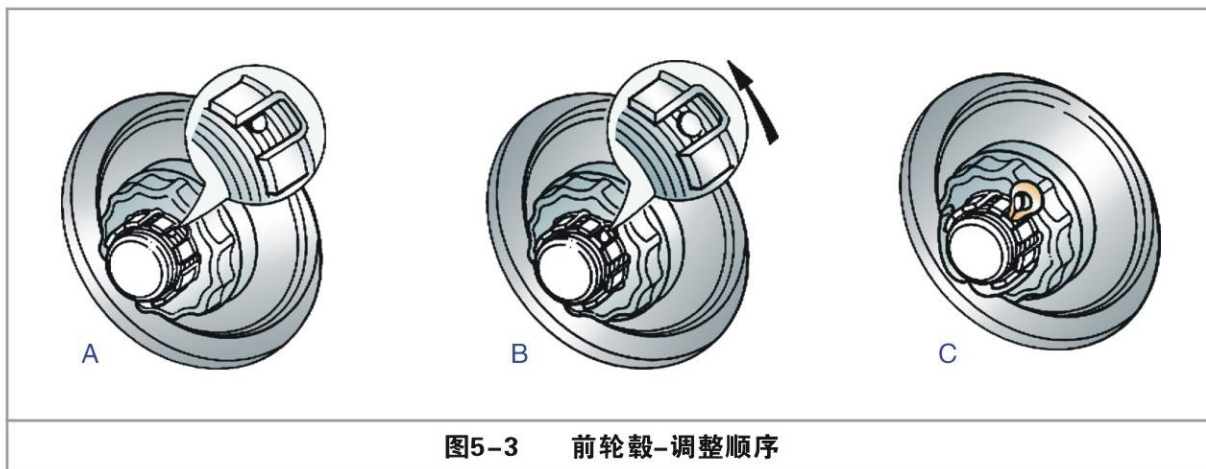

图5-3 前轮毂-调整顺序
5. 把轮毂螺母保持器安装到位，不要碰到轮毂螺母，以便使保持器其中之一的垂耳盖住螺柱轴上面开口销左侧的一部分（见图5-3中的示意图A）。
6. 松开螺母和螺母保持器，直到开口销孔完全露出为止（见图5-3中的示意图B），正确的轴承轴向浮动为 $0.025 - 0.152\text{毫米}$ （ $0.001 - 0.006\text{英寸}$ ）
13. 按照“前轮毂轮轴承—调整程序”中所描述的方法，安装轮毂保持器，以便使保持器其中之一的垂耳盖住螺柱轴上面开口销左侧的一部分（见图5-3中的示意图B）。
14. 松开螺母和螺母保持器，直到开口销孔完全露出为止（见图5-3中的示意图B），正确的轴承轴向浮动为 $0.025\text{--}0.152\text{毫米}$ ($0.001\text{--}0.006\text{英寸}$)。